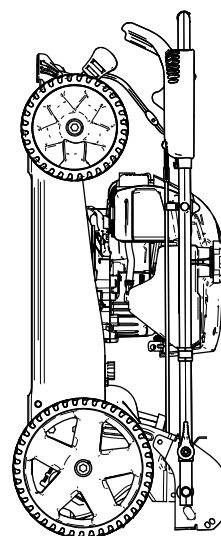

Figure 22
6. Levez l'avant de la machine par le guidon et amenez-la dans un lieu de remisage (Figure 22).